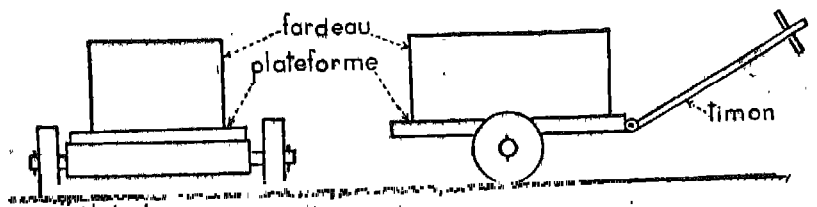

Fig. 7. — Charette réduite à ses éléments essentiels. Décrivez-la et fabriquez-en une à l'occasion.
3. Vous verrez plus loin (page 511, fig. 7) que le roulement est une succession incessante de pivotements.
autour de sa fusée et roule sur le sol, emportant l'essieu (qui ne tourne pas) et le fardeau (fig. 7).